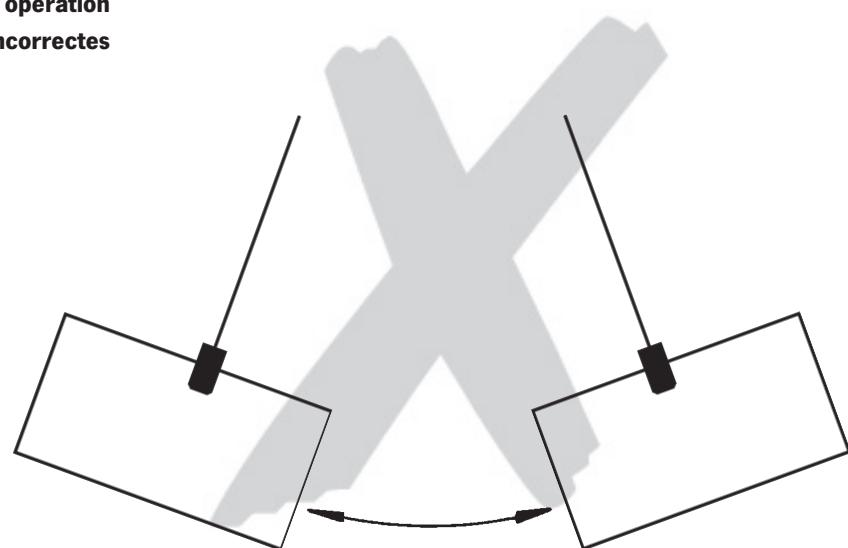

Fig. 1
- Si se van a transportar vigas o perfiles largos, de pueden usar dos garras para prevenir el giro de la carga (Fig. 1). Seleccione los accesorios de elevación de forma que la inclinación lateral no exceda de 15°. Si la aplicación requiere una distancia mayor entre las garras, se puede usar un balancín que sea adecuado para ello.
- Cuando se transporten cargas asegúrese que no se balancean (Fig. 1) o que no entran en contacto con otros objetos.